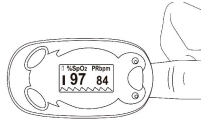

Abbildung 5: Finger in Position bringen
- ⚠ Der Finger muss richtig platziert werden (siehe beigefügte Abbildung 5), da eine unsachgemäße Installation oder eine falsche Kontaktposition für den Sensor die Messung beeinflusst.
- Öffnen Sie den Clip wie in Abbildung 5 dargestellt.